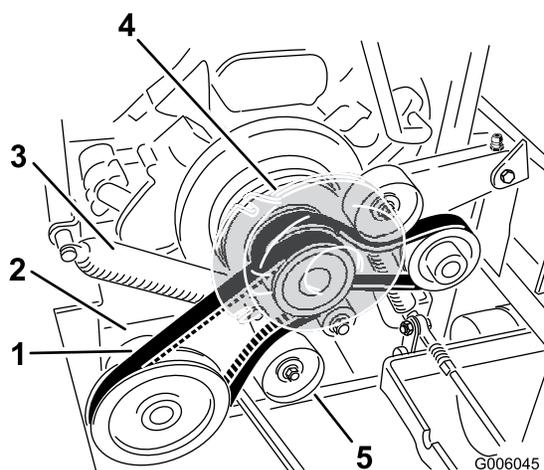

Figura 61
- Retire el muelle del brazo de la polea tensora (Figura 61).
- Instale la correa de transmisión de la PTO alrededor de la polea del embrague y la polea de la caja de engranajes (Figura 61).
- Instale el muelle en el brazo tensor (Figura 61).